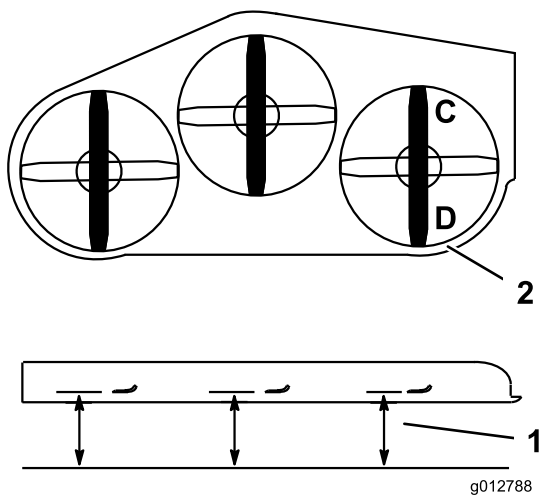

Bild 87
- Stellen Sie das rechte Schnittmesser in Längsrichtung (Bild 87).
- Messen Sie das rechte Messer an der Stelle **C** von einer ebenen Oberfläche bis zur Schnittkante der Messerspitze und notieren Sie den Wert (Bild 87).
- Messen Sie das rechte Messer an der Stelle **D** von einer ebenen Oberfläche bis zur Schnittkante der Messerspitze und notieren Sie den Wert (Bild 87).
- Das Schnittmesser sollte an Stelle **C** 6 bis 10 mm niedriger sein als an Stelle **D** (Bild 87). Sollte die Einstellung nicht richtig sein, machen Sie mit den folgenden Schritten weiter.